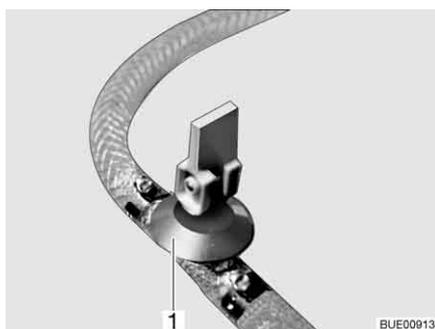
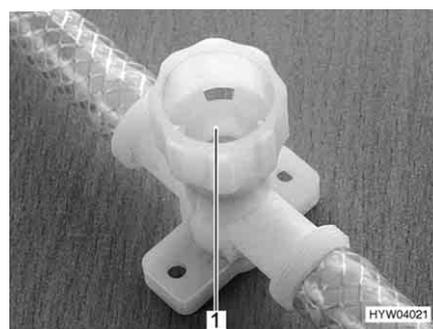

Fig. 174 Llave de desagüe (con balancín)
Fig. 175 Llave de desagüe (con tapa giratoria)
- Cerrar todas las llaves de desagüe. Para esto, poner el balancín de la llave de desagüe (Fig. 174,1) en posición horizontal o girar la tapa de la llave de desagüe (Fig. 175,1) en el sentido de las agujas del reloj.